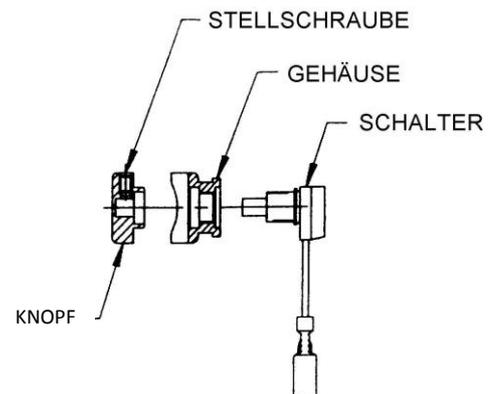

Abb. 7 – Demontierter Schalter
1. Siehe Abb. 7. Die Stellschraube mit einem 5/64" Sechskantschlüssel oben am Knopf lockern. Den Knopf abnehmen.
1. Siehe Abb. 7.A: Nach dem Lösen der Mutter vom Schnellkupplungskörper den Schlauch gemäß dem obigen **HINWEIS** durchschneiden und abnehmen.